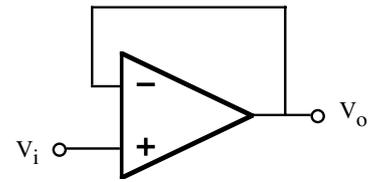

Figura 8.7. Amplificador seguidor.
- **Seguidor.** Por último, la configuración seguidor (figura 8.7) tiene una ganancia  $A_V=1$ , pero la impedancia de entrada y salida de este circuito valen  $Z_i \cong A_d R_i$  y  $Z_o \sim R_o / A_d$ , siendo  $R_i$  y  $R_o$  las impedancias de entrada y salida del OA. Por ejemplo, el 741 tiene las siguientes características:  $A_d=200.000$ ,  $R_i=1\text{M}\Omega$  y  $R_o=75\Omega$ . Aplicando las anteriores relaciones, se obtiene que las impedancias de entrada y salida del seguidor valen  $Z_i=2 \cdot 10^{10}\Omega$  y  $Z_o=3.7 \cdot 10^{-4} \Omega$ .